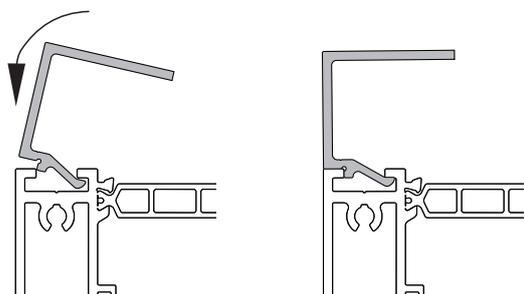
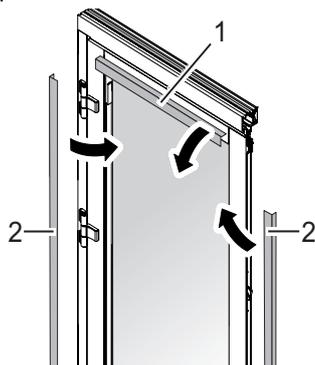

Fig. 37: Pose de la parclose
Fig. 39: Mise en place des parclose
3. Installer la parclose (Fig. 37) en biais dans le profilé et la pousser vers le bas sur l'arête avant.
5. Installer la parclose (Fig. 39/1) en biais dans le profilé sur la face opposée et la pousser vers le bas sur l'arête avant (Fig. 37).
7. Mettre en place les parclose et les joints sur les côtés latéraux (Fig. 39/2).